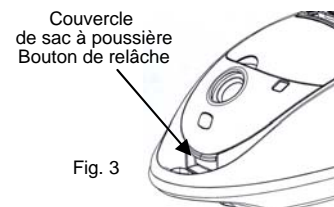

Fig. 3
2. Enfoncez le bouton de relâche du couvercle du sac à poussière et ouvrez le couvercle. (Fig. 3)